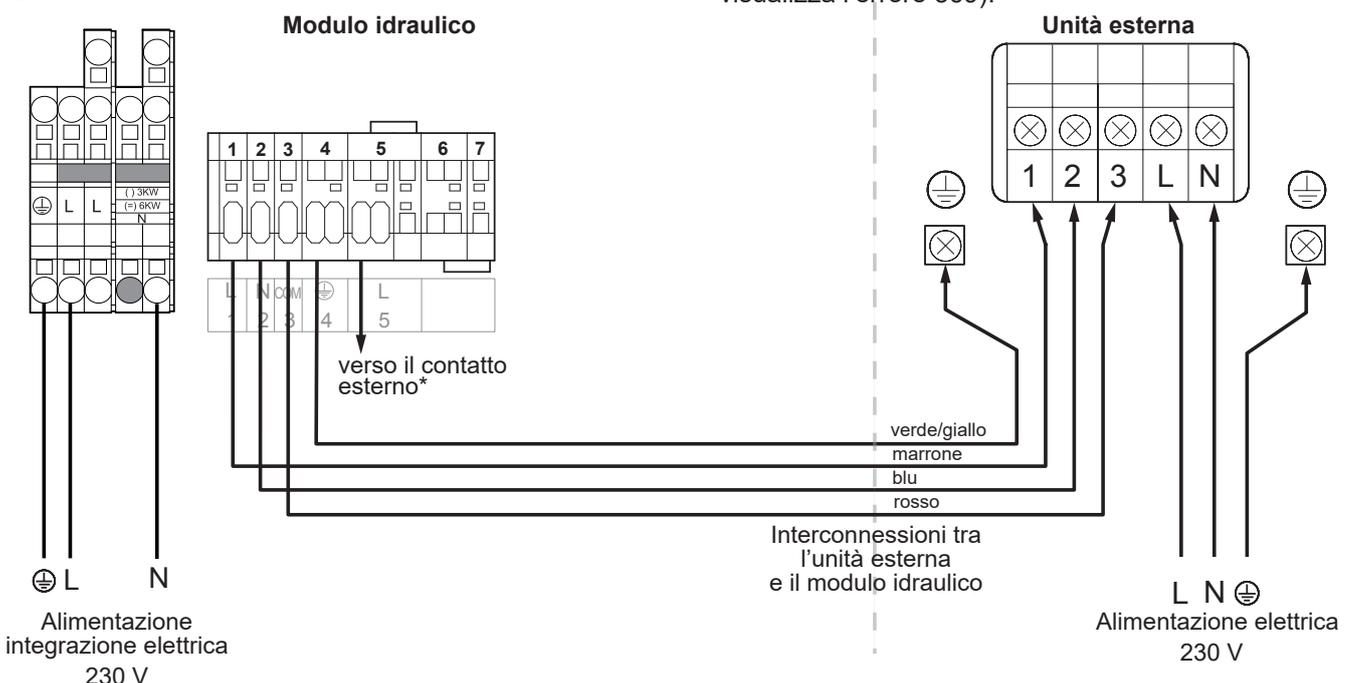

fig. 32 - Collegamento ai morsetti e relè di potenza
- Effettuare i collegamenti come indicato nello schema seguente (fig. 32, pagina 42).